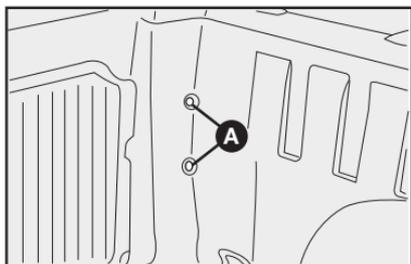

fig. 55
2) Utilizando un destornillador, saque los tornillos de fijación del portalámparas **A-fig. 55**, en el compartimiento de carga.